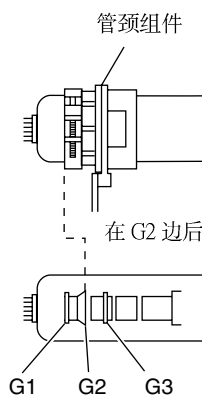
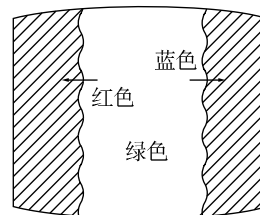

图 6-1
图 6-3
- 管颈部组件的位置如图 6-1 所示。
- 将偏转线圈往后移动，用色纯磁片将绿色调整在中央位置，同时将蓝色及红色均衡调整在两侧。（见图 6-1 至图 6-3。）